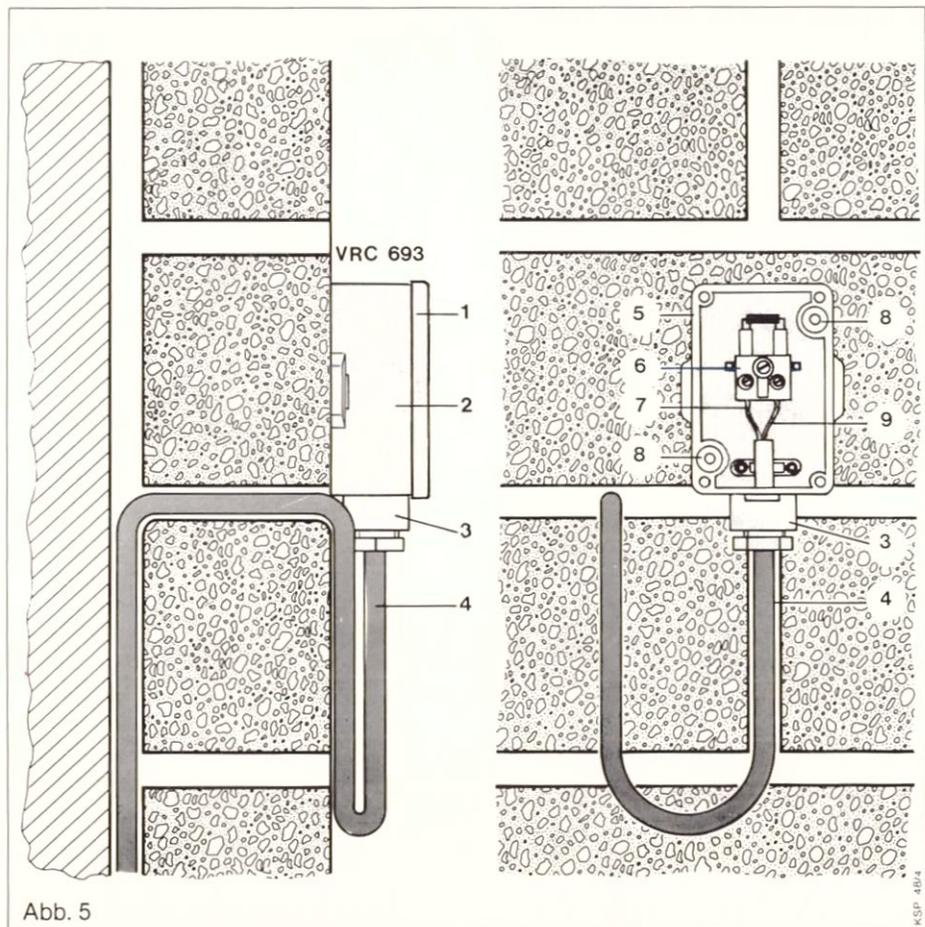

Abb. 5
Entfernen der Abdeckplatte (1). Außenfühler (2) mit Dübeln und Schrauben an der Außenwand befestigen. Befestigungsbohrungen (8). Die Kabeleinführung (3) muß nach unten zeigen. Anschlußkabel* (4) 2 x 0,75 mm² von unten durch die Kabeleinführung (3) hereinziehen. Die Ader (7) und die Ader (9) entsprechend der Abbildung 5 anklemmen.